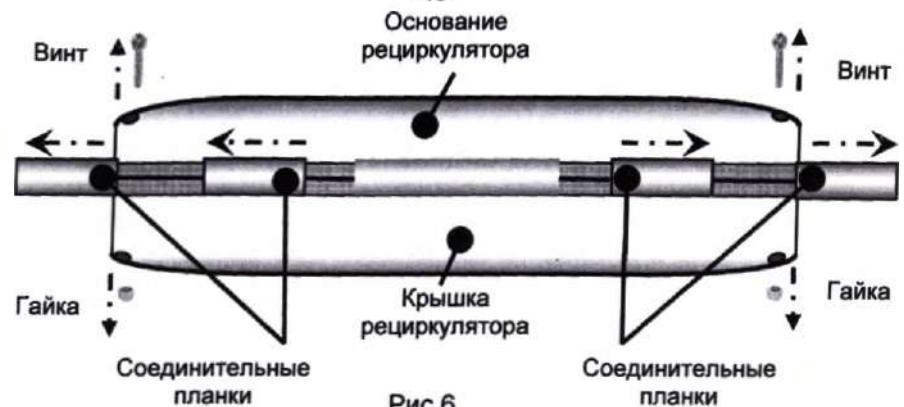

Рис.6
- Расположить рециркулятор на ровной горизонтальной поверхности на крышку (Рис.6).
- Открутить 2 винта с гайками (расположены по диагонали), соединяющие крышку и основание рециркулятора (рис.6).
- Сдвинуть и снять соединительные планки по боковым сторонам рециркулятора (рис.6).